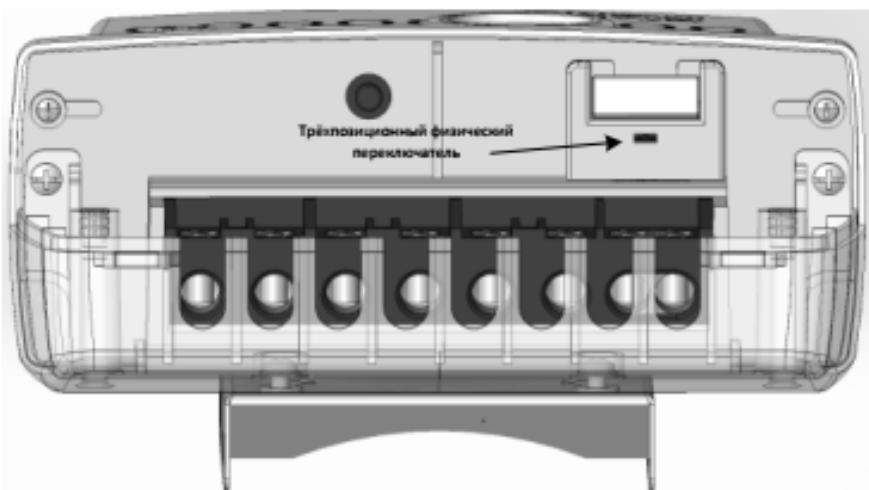

Рисунок 8 – Исполнения счетчиков СЕ308 С36 с трехпозиционным переключателем
- световой индикатор функционирования «СЕТЬ» (1);
- один световой индикатор учета активной энергии (A) и один световой индикатор учета реактивной энергии (R) (2);
- элементы оптического порта (3);
- трехпозиционный физический переключатель, см. рисунок 8;
- крышка зажимов (4).